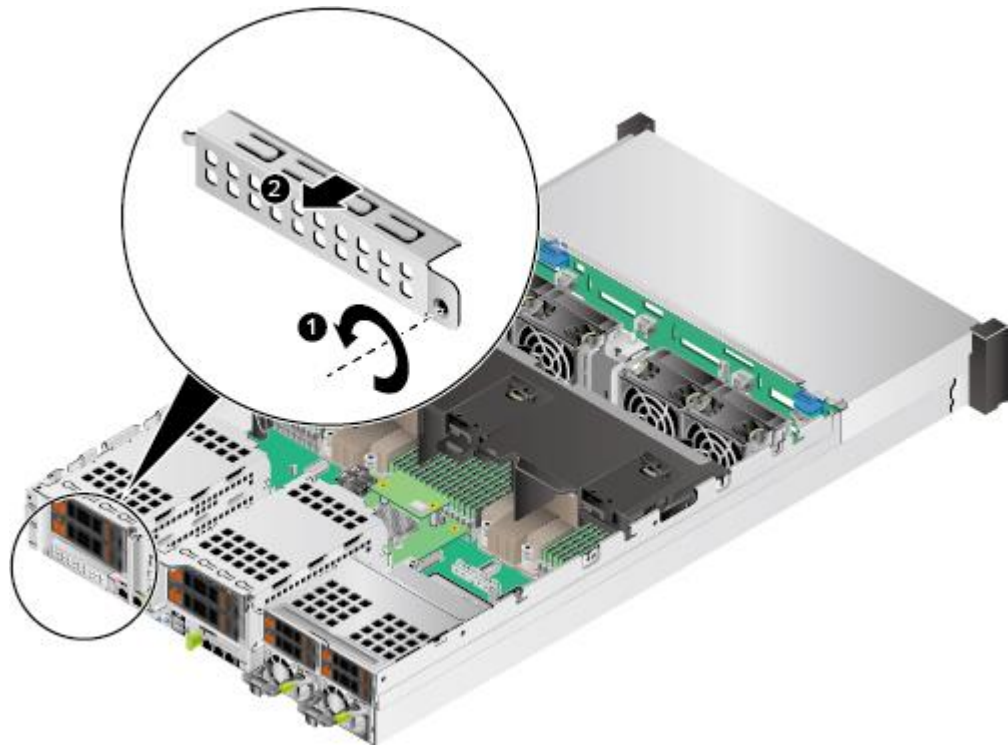

图 5-23 安装灵活 IO 卡
10. 将灵活 IO 卡对准主板上水平推入机箱，直至连接灵活 IO 卡和主板的接口，如图 5-23 中①所示。
11. 用十字螺丝刀拧紧灵活 IO 卡的 2 颗固定螺钉，如图 5-23 中②所示。